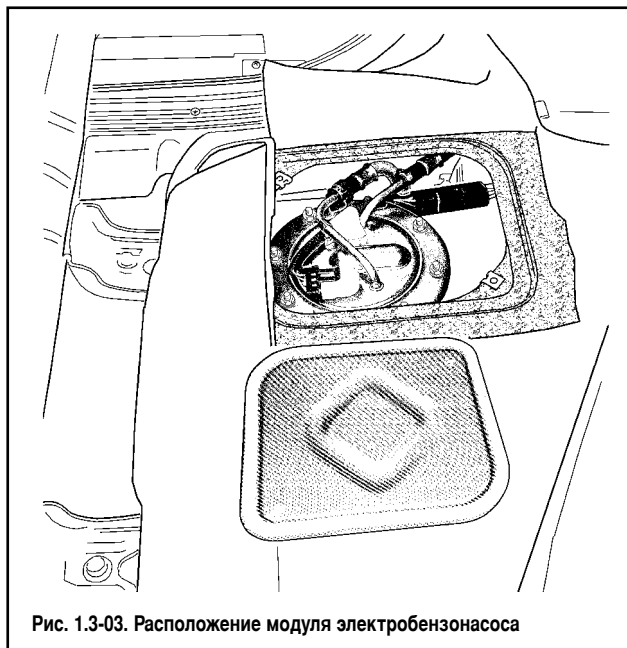

Рис. 1.3-03. Расположение модуля электробензонасоса
3. Снять крышку топливного бака (рис. 1.3-03) и отсоединить колодку жгута системы впрыска.